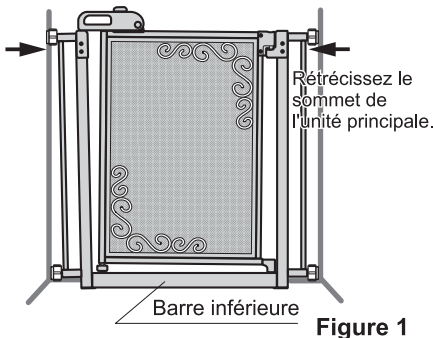

Figure 1
- La barre inférieure doit être en contact avec le sol pour la sécurité, comme sur la Figure 1.